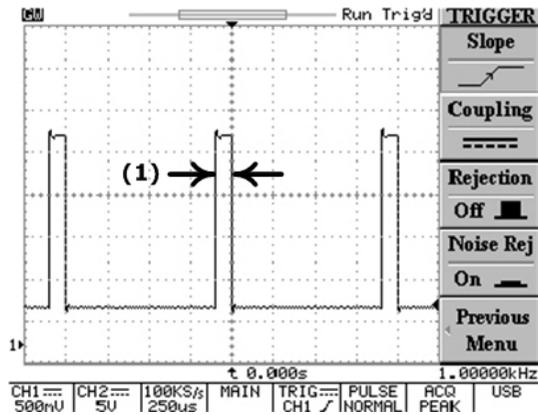

图 5-16: 正向脉冲触发
- (1) 选择正向触发时，若符合比较条件，触发脉冲由高转换到低的位置。如图 5-16 所示。